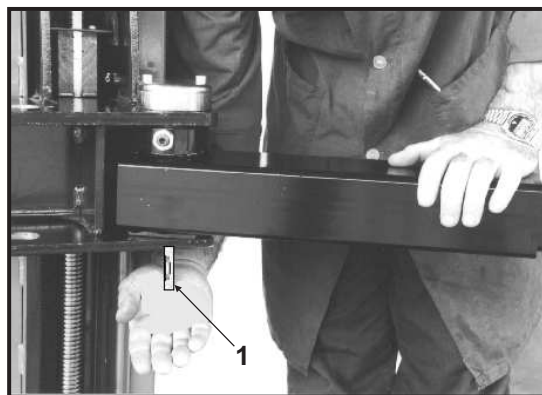

Fig.51 - Abb.51
6 - Verificare il corretto funzionamento del dispositivo di bloccaggio bracci, premendo verso l'alto il perno spingimolla (1) e ruotando il braccio in uno dei 2 sensi, così che dopo una breve rotazione il perno ritorni nella sua posizione (Fig.51).
6 - Check that the arm locking device functions correctly by pushing the spring pressure pin (1) upwards and turning the arm in either direction. The pin should fall after a brief rotation (Fig. 51).
6 - Vérifier le fonctionnement correct du dispositif de blocage des bras en poussant vers le haut la tige poussoir (1) et en tournant le bras dans un sens ou dans l'autre. En relâchant la tige poussoir, le bras doit se bloquer après une faible rotation (Fig. 51).
6 - Kontrollieren, daß die Armsperrvorrichtung einwandfrei funktioniert, indem der Federdrückstift (1) nach oben gedrückt und der Arm in eine der beiden Richtungen gedreht wird, sodaß der Stift nach einer kurzen Drehung in seine Position zurückkehrt (Abb.51).
6 -Comprobar el correcto funcionamiento del dispositivo de bloqueo de los brazos, empujando hacia arriba el perno para fijación resorte (1) y girar el brazo en cualquier dirección. Después de una breve rotación el perno volverá a su posición (fig. 51).